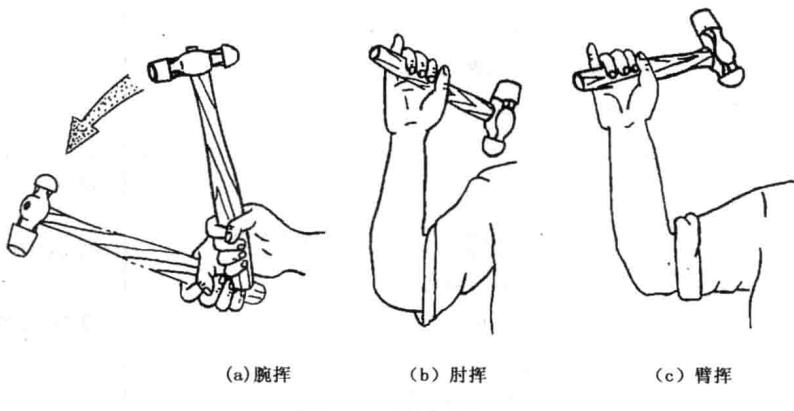

图 1-1 挥锤方法
- (1) 工作前检查工、夹、量、刃具，如手锤、钳子、锉刀、游标卡尺等，必须完好无损，手锤前端不得有卷边毛刺，锤头与锤柄不得松动。
- (2) 工作前必须穿戴好防护用品，工作服袖口、衣边应符合要求，长发要挽入工作帽内。
- (3) 禁止使用缺手柄的锉刀、刮刀，以免伤手。
- (4) 用手锤敲击（挥锤方法如图 1-1 所示）时，注意前后是否有人。不许带手套，以免手锤滑脱伤人；不准将锉刀当手锤或撬杠使用。